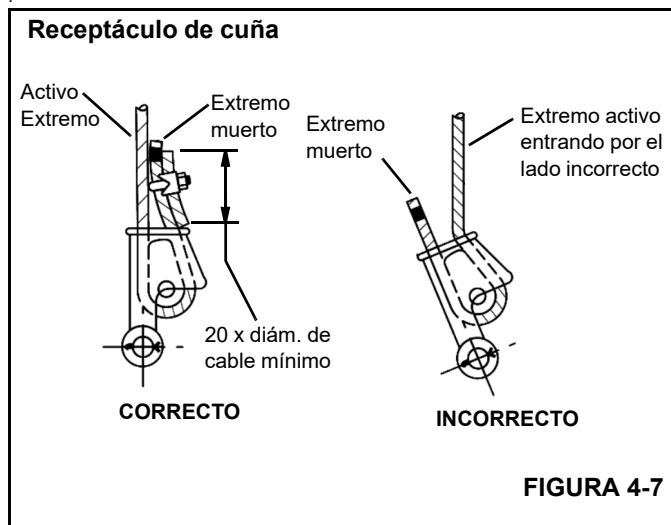

FIGURA 4-7
3. Verifique que el extremo activo (Figura 4-7) del cable quede directamente en línea con las orejetas del receptáculo y con la dirección de la tracción que se aplicará al cable. Si el cable se instala de modo incorrecto en el receptáculo, se producirá un doblez en el punto que el cable sale del receptáculo, y el borde del receptáculo desgastará el cable, causándole daños y la falla eventual del mismo.
4. Inserte el extremo del cable en el receptáculo, forme un lazo con el cable y devuelva el cable a través del receptáculo, permitiendo que el extremo muerto (Figura 4-7) sobresalga del receptáculo. Verifique que el extremo muerto del cable tenga un largo suficiente para aplicarle un dispositivo de terminación al extremo después de haber asentado la cuña.